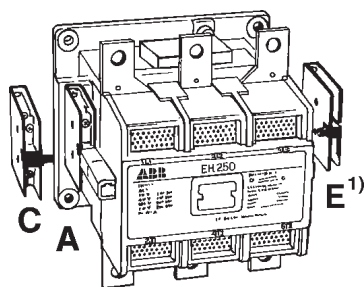

Fig. 2
- SK 829 002-E** is a special auxiliary contact block with overlapping. Can be mounted on the contactor's right side only. No other block can be mounted outside (figure 2). Contact 35–36 has late opening. 47–48 has late closing.
- SK 829 002-E** est un bloc de contacts auxiliaires spécial à recouvrement. Il doit être monté à droite du contacteur et ne permet pas de rajouter un bloc de contacts auxiliaires supplémentaire (Fig. 2). Le contact 35–36 est à ouverture retardée. Le contact 47–48 est à fermeture avancée.